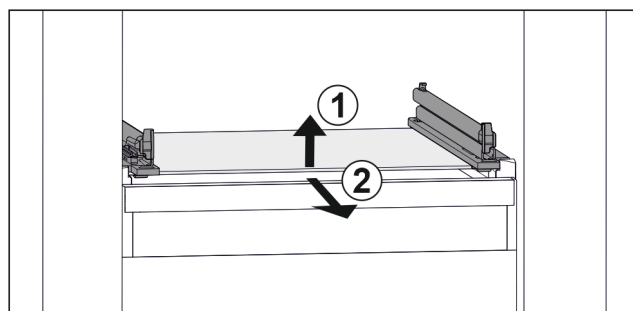

Fig. 38 Príklad zobrazenia sklenenej dosky
- ▶ Nadvihnite sklenenú dosku vpredu. Fig. 38 (1)
- ▶ Odoberte sklenenú dosku dopredu. Fig. 38 (2)